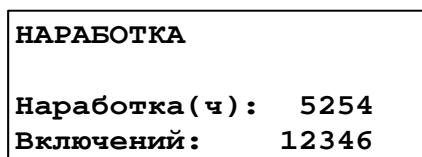

Рисунок 24
4.10.2.1 В режиме ожидания выбрать пункт меню «Режим» → «Настройка» → «Наработка» и нажать клавишу «Пуск». Пенетрометр переходит в режим просмотра количества включений и времени наработки в часах (см. рисунок 24).